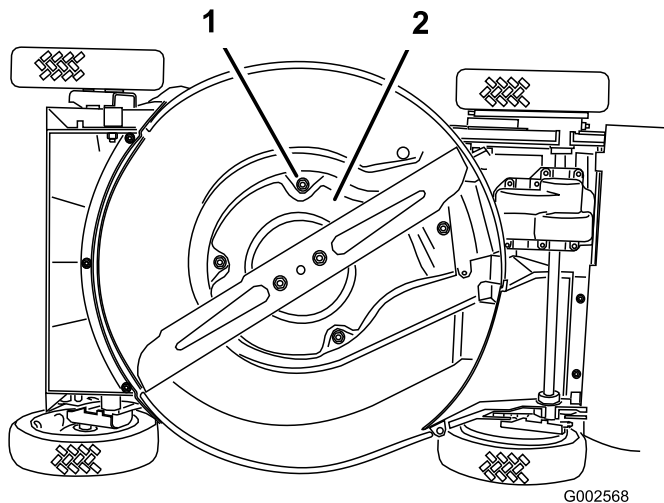

Bild 39
6. Entfernen Sie die vier Schrauben, mit denen die Abdeckung befestigt ist (Bild 39).